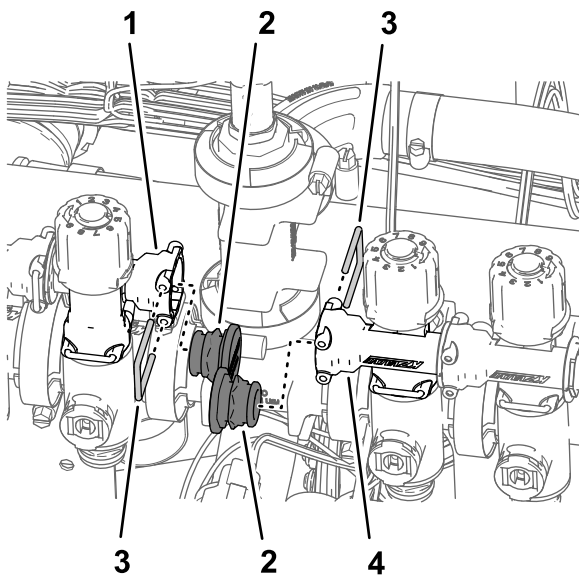

Figura 99
3. Retire las horquillas de retención que sujetan los tapones en los conectores de los acoplamientos rápidos de las válvulas de boquilla 5 y 6, y retire los tapones (Figura 99).